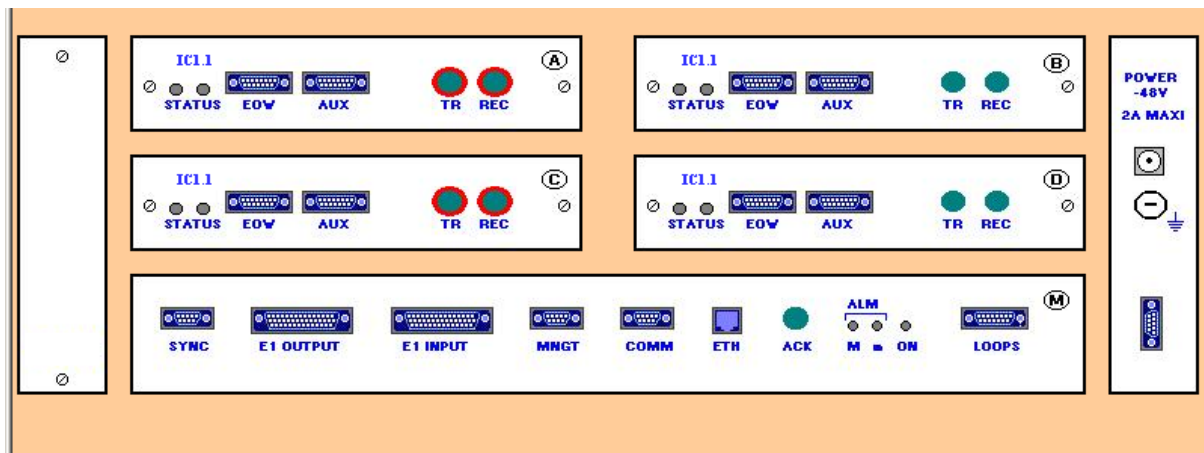

Рис. 1.10 Блочное представление FG A155 в HTTP
На открытой сессии «HTTP Навигатора» “FlexGain A155 shelf view” представляется блочный вид мультиплексора, где каждое посадочное место для установки съемных модулей маркировано буквами А, В, С, D или М согласно рис. 1.10.
- активации общих функций оборудования, таких как синхронизация, безопасность, информация о трафике и т.д. путем вызова функции из меню (см. дерево структуры основного меню рис. 1-10);